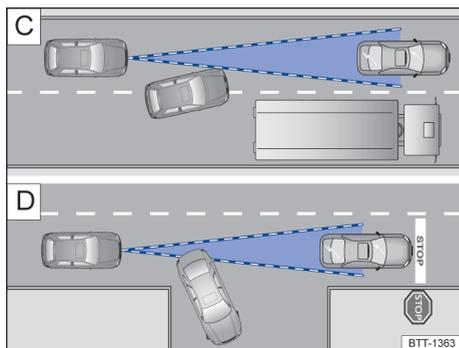

Fig. 130 [C] Mudança de faixa. [D] Veículo virando e outro parado.
Se, por exemplo, um veículo detectado pelo ACC vira ou se afasta e diante do mesmo se encontra um veículo parado, o ACC não irá reagir diante deste último → Fig. 130 [D].
- Em caso de veículos que mudem para a faixa onde você se encontra com pouca distância do veículo → Fig. 130 [C].